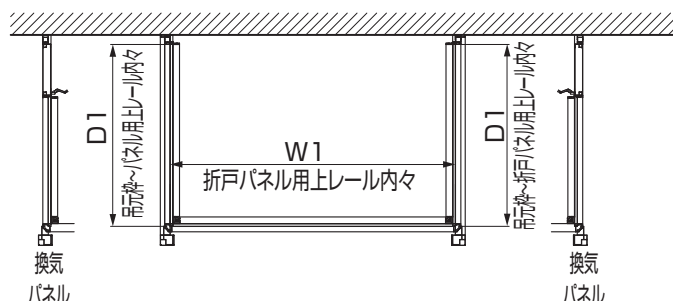

図6-1 ルーム標準タイプ
- ①納まりに合わせて寸法W1とD1を計測してください。(図6-1～図6-8参照)